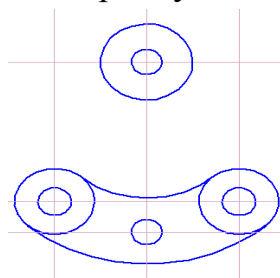

Рисунок 3.12 – Создание внешнего сопряжения
12.Создайте внешнее сопряжение радиусом 63 мм (рисунок 3.12).